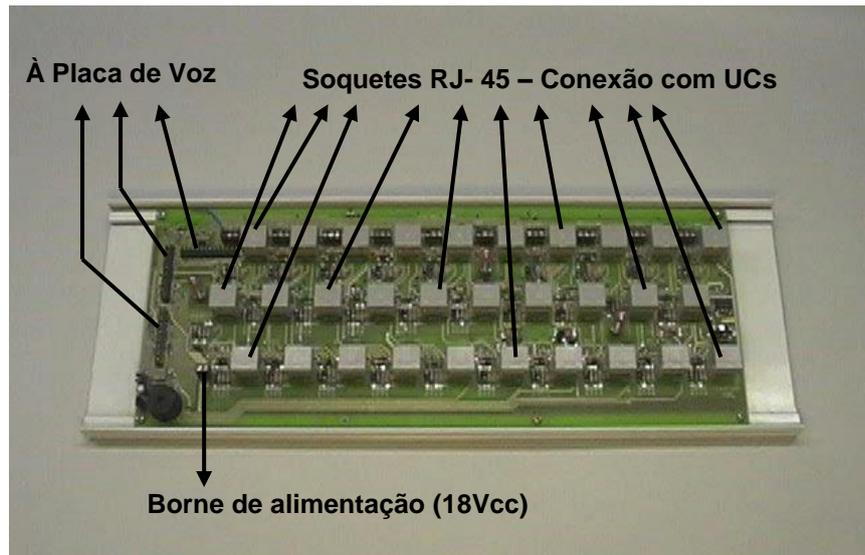

Figura 6 – Placa de Sinalização
- g. Localize os soquetes modulares (JR-45) aos quais serão conectados os cabos vindos das UCs. Estes soquetes encontram-se na placa de sinalização acoplada à tampa frontal do painel e são rotulados (em fábrica) com os números das UCs correspondentes. Veja a **Figura 6** abaixo e a tabela de correspondência das UCs e soquetes que acompanha o seu sistema específico.
- i. Mantenha ainda a fonte de alimentação do sistema desconectada da rede elétrica. Conecte o cabo paralelo vindo da fonte de alimentação (veja o passo **C.** acima) ao borne de alimentação mostrado na **Figura 6** abaixo. O terminal **negativo** da saída da fonte deve ser ligado ao borne de alimentação rotulado com "**GND**". Além disso, o terminal positivo da saída da fonte deve ser ligado ao borne de alimentação rotulado com "**18V**". Observe que se esta polaridade for invertida o sistema de chamada não funcionará.